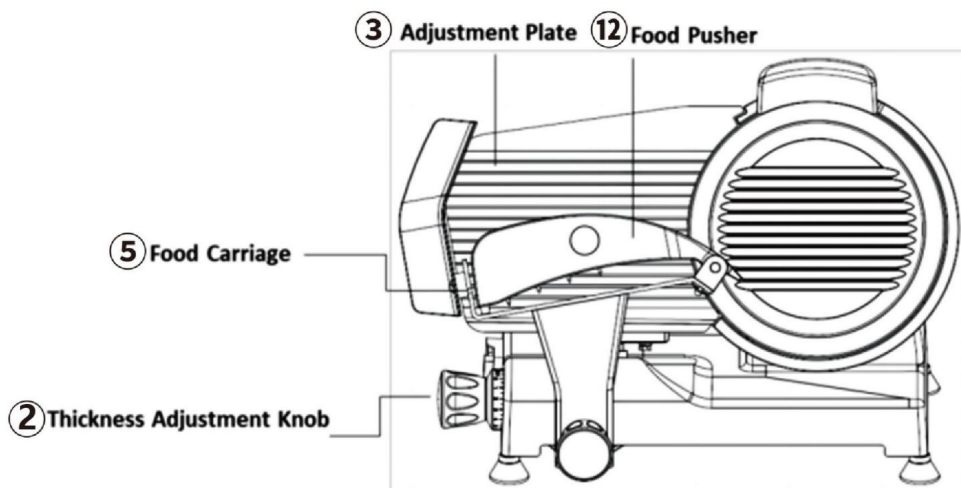

Abb. 1
2. Legen Sie die Lebensmittel auf den verschiebbaren Lebensmittelschlitten (Teil ȳ) zwischen Einstellplatte (Teil ȳ) und Lebensmittelschieber (Teil ȳ). Um Verletzungen zu vermeiden, verwenden Sie zum Schneiden von Fleisch IMMER den Griff des Lebensmittelschiebers (Teil ȳ). (Siehe Abb. 1)
3. Drehen Sie den Dickeneinstellknopf (Teil ȳ), um die Einstellung vorzunehmen Platte (Teil ȳ) für die gewünschte Schnittstärke. Drehen Sie im Uhrzeigersinn für dünnere Schnitte, gegen den Uhrzeigersinn für dickere Scheiben. (Siehe Abb. 1)